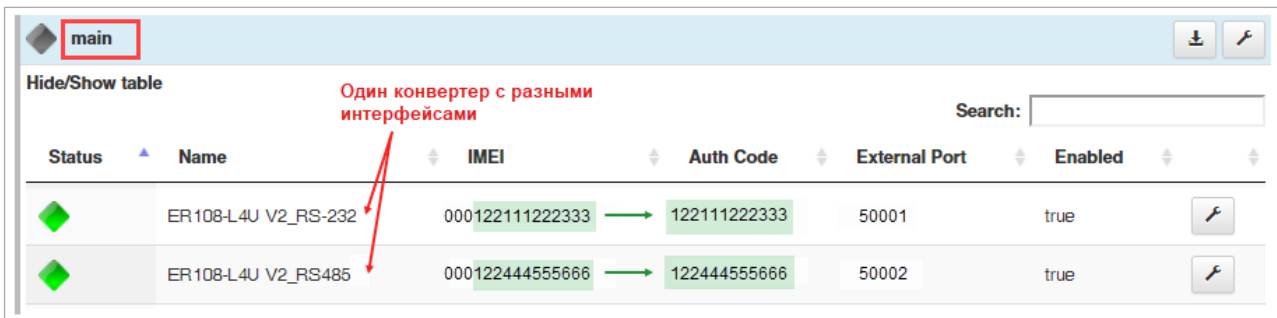

Рис. 9. M2M24 Cloud. Главная страница с добавленными конвертерами ER.
3. Теперь зарегистрируйте в созданной группе каждый конвертер с помощью кнопки **Добавить терминал** (используйте инструкции в Таблице 2). **Внимание!** если вы подключаете несколько приборов учёта к разным интерфейсам конвертера, вам необходимо добавить на сервер два устройства (как на Рис. 9). Когда роутер подключится к серверу M2M24, индикатор в столбце **Статус** загорится зеленым цветом ◆